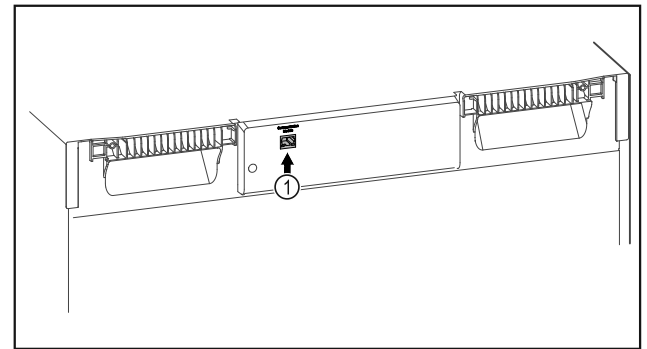

Fig. 140
- SmartModule Fig. 140 (1) je nasadený.